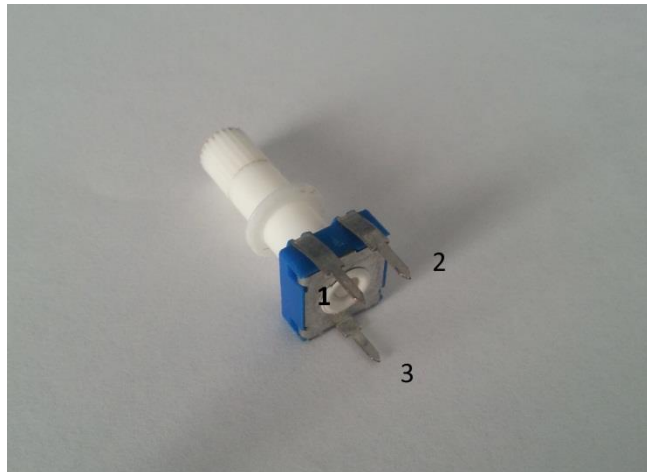
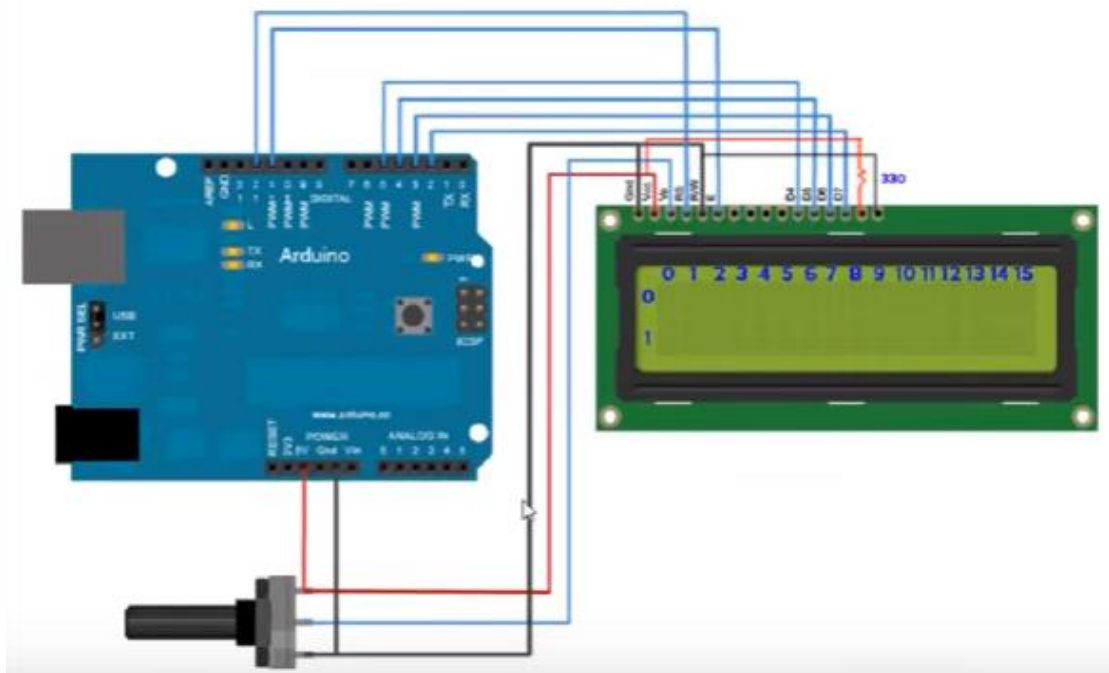
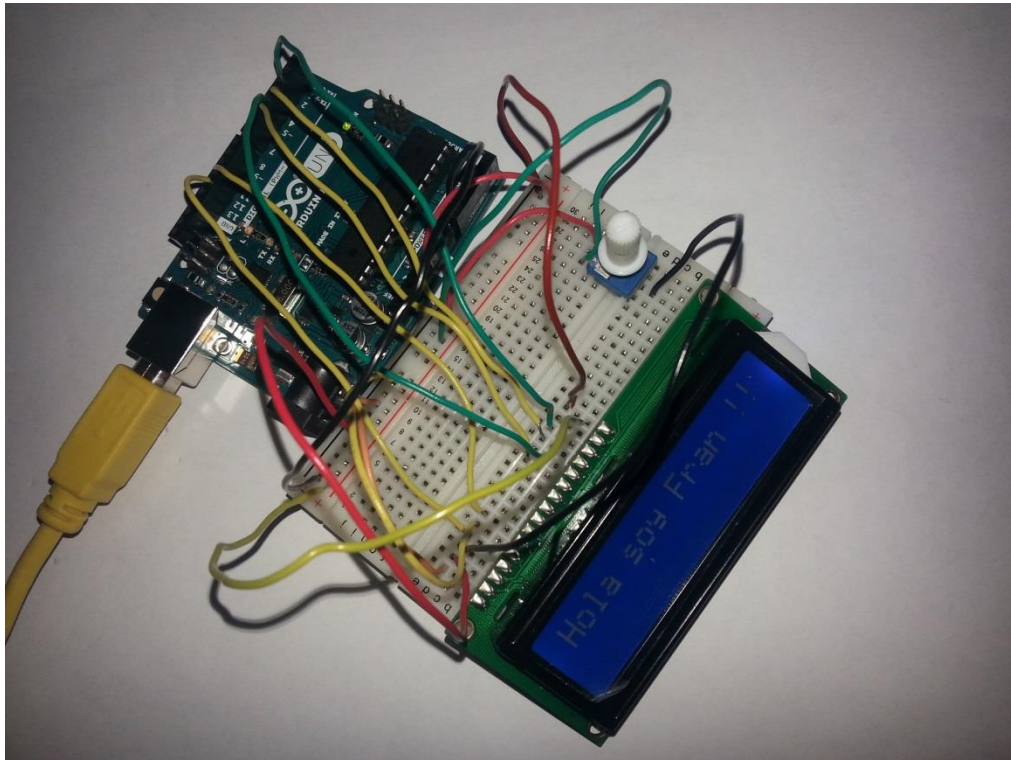

Imagen 9
Imagen 14
Imagen 15
- Primero, he realizado la parte de hardware. He colocado el potenciómetro, en la que tiene 3 patillas (ver imagen 9, para ver las diferentes patillas y los números indicados). La patilla 1 la he conectado a 5V, la patilla 2 a negativo y la patilla 3 al pin analógico A0.
- Primero, he comenzado por el montaje del circuito. He utilizado un potenciómetro para regular la iluminación de la pantalla LCD (ver imagen 9, para ver las diferentes patillas y los números indicados). La patilla 1 la he conectado a 5V, la patilla 2 a negativo y la patilla 3 al pin 3 (por la parte izquierda) de la pantalla LCD. El resto de conexiones lo muestro en el esquema (ver imagen 14) y montaje de mi circuito (ver imagen 15).
- Por último, ejecuto la instrucción **python LCD.py** para ejecutar el programa y debería de funcionar. Al escribir una frase debería de mostrarla en la pantalla LCD que está en el montaje del circuito, en la imagen 15, se observa: **Hola soy Fran !!** .